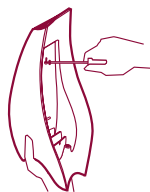

Fig. 5
- Før ekspansjonspluggene inn i veggen og fest ladeholderen med skruene. (fig. 5)